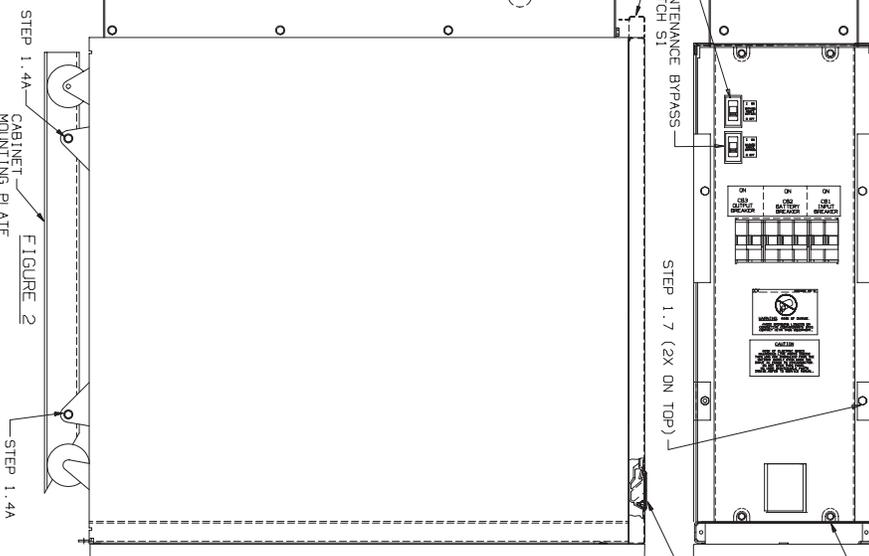

FIGURE 2
- 1.6 OPEN THE TOP COVER OF THE UPS CABINET BY SLIDING THE COVER LATCH FORWARD AS SHOWN IN FIGURE 2.